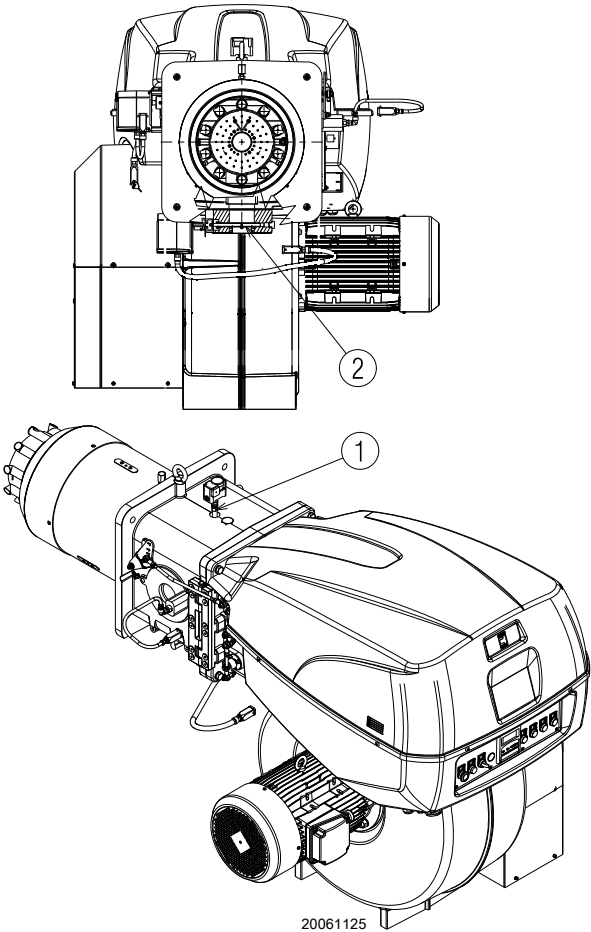

图 22
测试点 1)(图 22) 处测得的燃气压力，此时：
燃气蝶阀 2)(图 22) 处的压力损失，此时蝶阀最大开启角度为：90°。
- 用测试点 1)(图 22) 测得的燃气压力减去炉膛压力。
测试点 1) (图 22) 处燃气压力 = 59.2 mbar
计算测试点 1) (图 22) 处所需燃气压力，将燃烧器以最大出力运行，然后：
- 读出右边栏 1 所示测试点 1) (图 22) 处压力。
测试点 1)(图 22) 处压力。